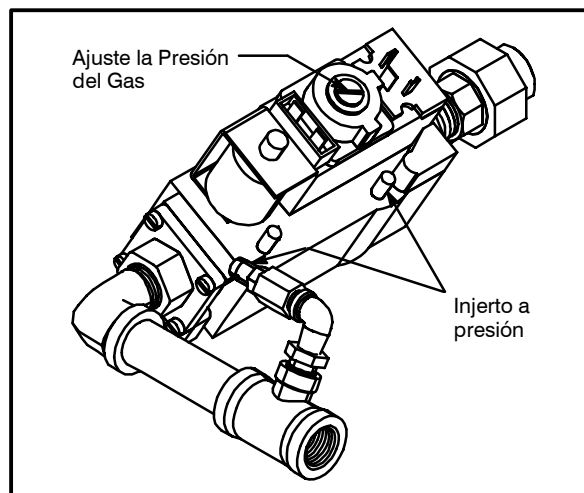

Figura 18
7. Ajuste la presión del gas, si es necesario. Vea la Figura 18.